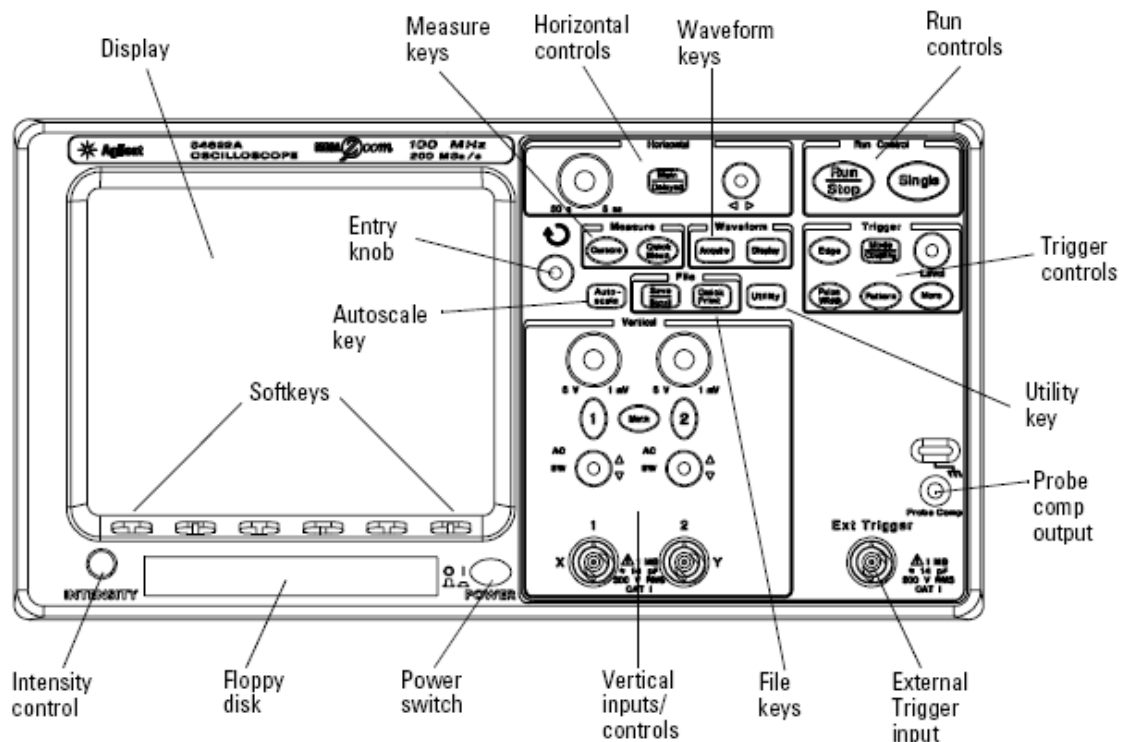

Figura 2.1: panel frontal del osciloscopio 54622A.
- Por otro lado, este osciloscopio que usaremos posee dos canales de entrada (W e Y ó 1 y 2 en la figura 2.1) con sus respectivas sondas, es decir, podemos visualizar y medir dos señales a la vez, así como visualizar algunas operaciones aritméticas sencillas entre ellas (por ejemplo, la suma y resta de ambos canales)
Vista esta introducción, iniciemos el manejo del osciloscopio 54622A de Agilent, cuyo panel frontal se muestra en la figura 2.1. Introduciremos los distintos controles conforme se necesiten para la medida completa de una señal periódica. Recordemos que una señal periódica AC queda caracterizada por su amplitud, su frecuencia y su fase. Veamos los pasos a seguir:
3. Ajustes iniciales: El osciloscopio 54622A es un instrumento digital, con lo que se accede a la mayor parte de sus funciones a través de menús de configuración directamente en la pantalla; dichos menús se activan con los controles del panel frontal (figura 2.1) y se navega a través de ellos con las teclas (*Softkeys*) situadas bajo la misma. Además, el instrumento es capaz de ajustar los parámetros principales de la medida automáticamente con la tecla *Autoscale* (figura 2.1). Por tanto, para iniciar una medida, tendremos que asegurarnos de que la tecla *Run/Stop* está en verde y presionar *Autoscale* para que el instrumento ajuste los parámetros principales.